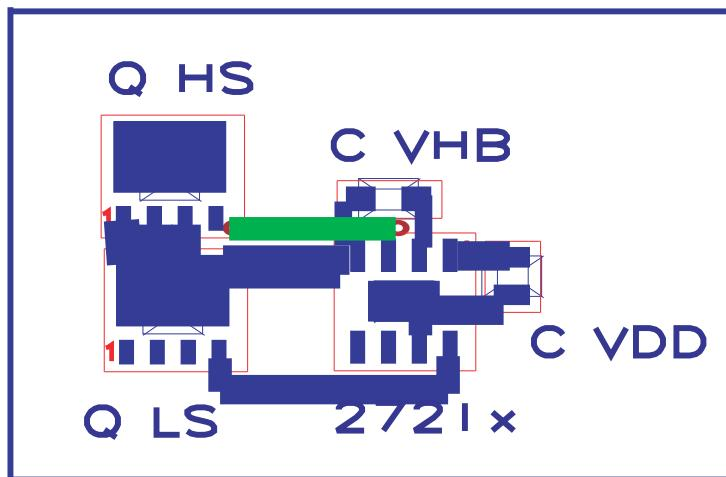

図 7-7. UCC27211 の部品の配置
- V_{DD} - V_{SS} および V_{HB} - V_{HS} (ブートストラップ) コンデンサは、デバイスにできるだけ近づけて配置します。(図 7-7 を参照)。